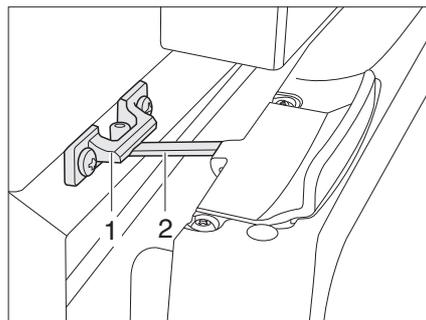

Bild 235 Kühlschranktür in Lüftungsstellung (Thetford)
■ Verriegelung (Bild 235,2) aufklappen und in der Verriegelungsaufnahme (Bild 235,1) einrasten. Die Kühlschranktür bleibt damit leicht geöffnet.